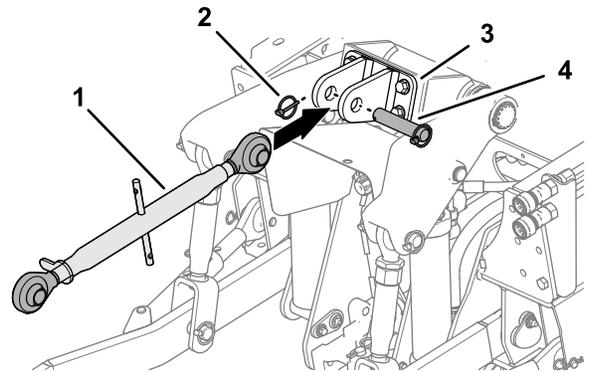

**Figura 13**
7. Alinhe o garfo do arejador com a barra de tração da unidade de tração e utilize as ferragens do engate do veículo para prender o arejador (Figura 13).